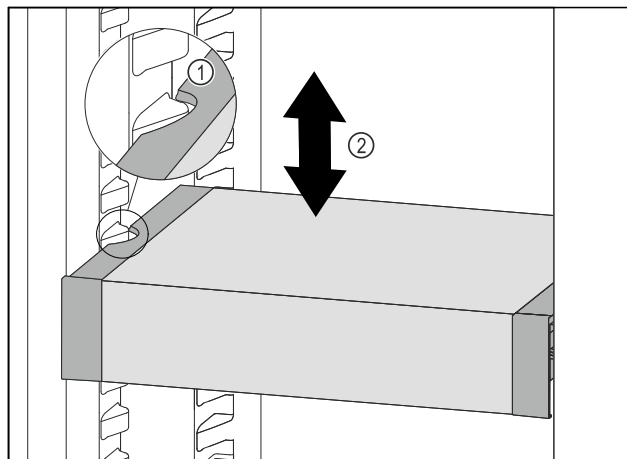

Fig. 91
- ▶ 向前移动 VarioSafe，直到 VarioSafe 两侧的凹槽与冷藏区中的容器肋梁持平。 Fig. 91 (1)
- ▶ 在冷藏区中向上或向下移动 VarioSafe，直至所需高度。 Fig. 91 (2)